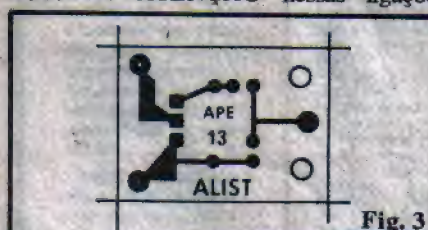

Fig. 3
- FIG. 3 - Plaquinha de Circuito Impresso com lay out específico para a mini-montagem do ALIST. O arranjo é tão simples, que pode ser facilmente realizado mesmo pelos leitores que ainda não "arriscaram" confeccionar sua primeira placa. Qualquer das técnicas convencionais pode ser utilizada (caneta com tinta ácido-resistente, decalques, ou até esmalte de unha). O importante é que tamanhos, formas e posições de ilhas e pistas sejam rigorosamente copiados e respeitados. Não esquecer da perfeita limpeza